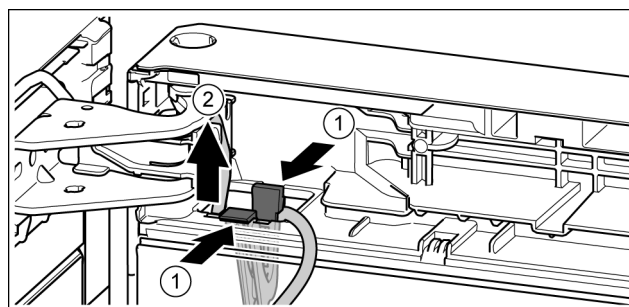

Fig. 20
- ▶ Tegen las drukken. Fig. 20 (1)
- ▶ Kabelhouder met de hieraan bevestigde kabel eruit trekken. Fig. 20 (2)